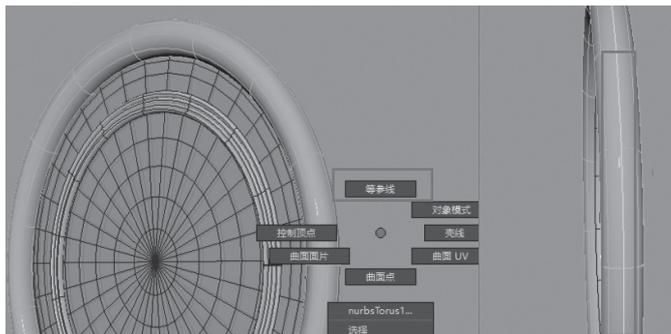

图 3-16
Step 03 在透视图图中，选择镜子模型，单击【等参线】按钮，选择镜子表面线框，图 3-16 所示。